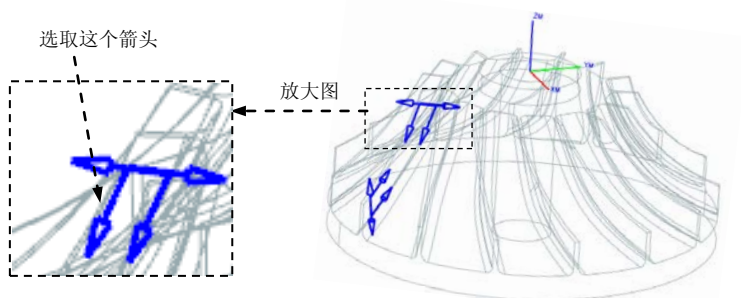

图 5.5.15 选取切削方向
Step4. 单击“曲面驱动方法”对话框的“切削方向”按钮 , 在图形区选取图 5.5.15 所示的箭头方向。